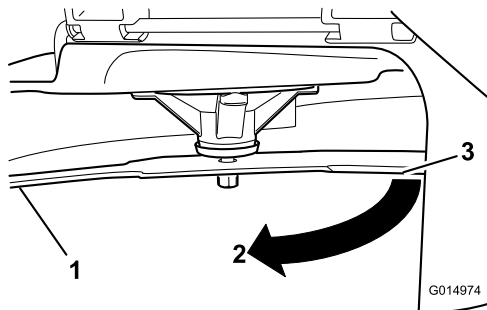

Figure 52
4. Tournez la même lame de 180 degrés pour amener le tranchant opposé à la même position (Figure 52).